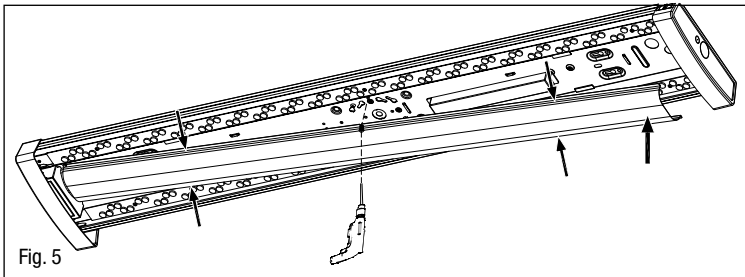

Fig. 5
7. El taladro se utiliza para fijar el tornillo y estabilizar el conducto para cables. Coloque una nueva cubierta del canal de alambres por debajo de las lengüetas del cuerpo de la luminaria. Asegúrese de que ningún cable quede prensado entre la cubierta y el cuerpo. (Fig. 5)